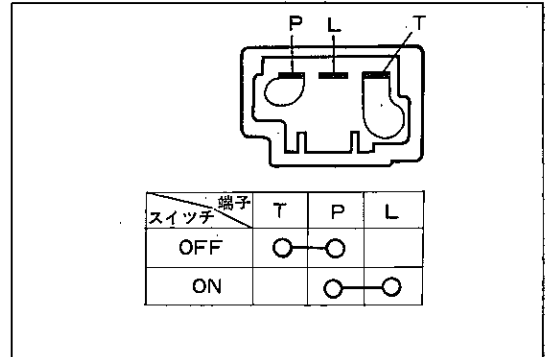

図8-3-12 パーキング ランプ スイッチ点検 Z3930
- ① パーキング ランプ スイッチ端子の導通基準 (図8-3-12参照)